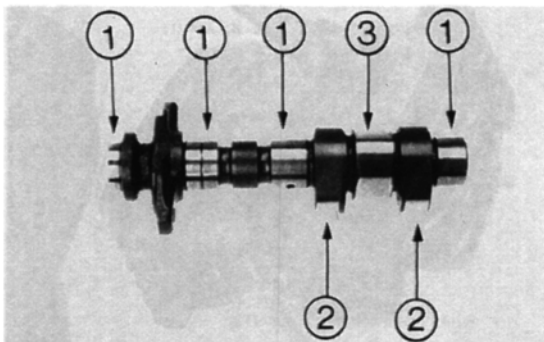

Bild 105
- Mit Messuhr Höhengschlag der Nockenwelle prüfen (Verschleissgrenze 0,05 mm). Lagerdurchmesser der Nockenwelle abgreifen (Verschleissgrenze 21,90 mm). Mit Mikrometer Höhe der Nocken messen (Verschleissgrenze Einlass 37,88 mm, Auslass 37,90 mm). Laufflächen der Nocken auf Riefen oder sonstige Beschädigungen untersuchen (Bild 105).